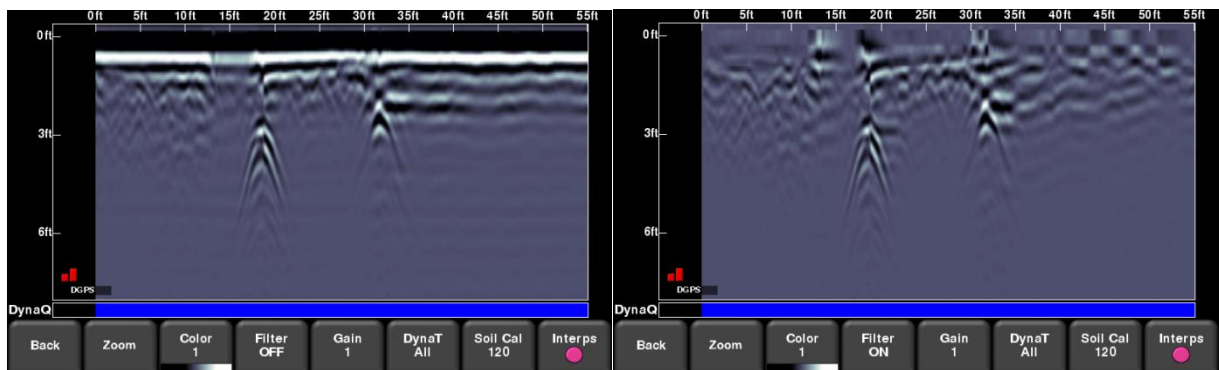

图 8-10: 左侧的图片是**滤波器开启 (Filter On)** 时的数据图像, 右侧则是相同的数据在**滤波器关闭 (Filter Off)** 时所呈现的图像。
当滤波器打到开启 (ON) 位置时，数据中的平缓响应被过滤，从而使来自物体的双曲线响应增强了 (图 8-10)。过滤还帮助识别可能被图像顶部的强信号掩盖的浅表目标。但是它也会过滤其他平缓响应，比如土壤边界，因此如果您的目标是平坦的，在使用该选项时应小心。滤波器默认设为开启 (ON)。